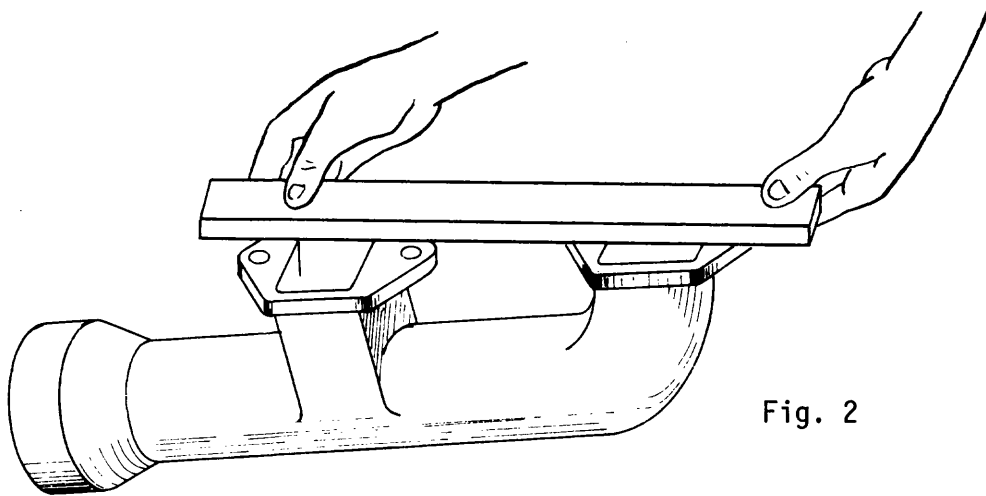

Fig. 2
- b Verifique la igualdad de la superficie de los múltiplos usando una regla (fig. 2).